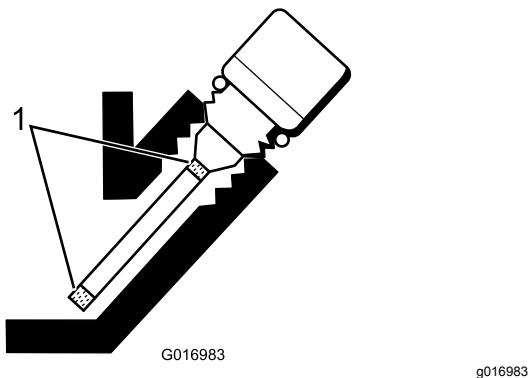

Bild 30
- Füllen Sie bei niedrigem Ölstand so viel Öl ein, dass der Stand zwischen den Markierungen an der Anzeige liegt (Bild 30).